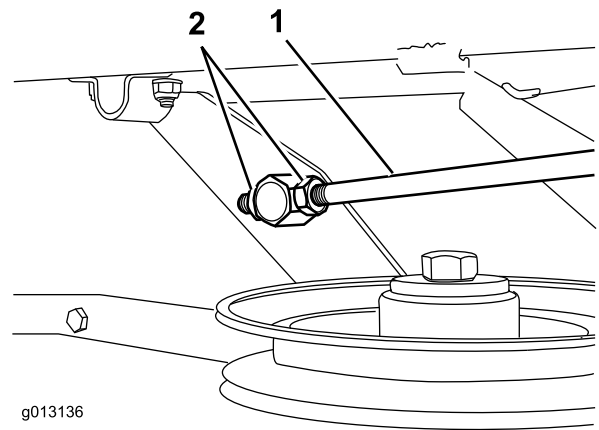

Figura 42
2. Per ottenere la distanza adeguata in altezza tra l'estremità anteriore e posteriore della lama sinistra, regolata la lunghezza dell'asta di collegamento (situata sul lato sinistro della macchina) (Figura 42).